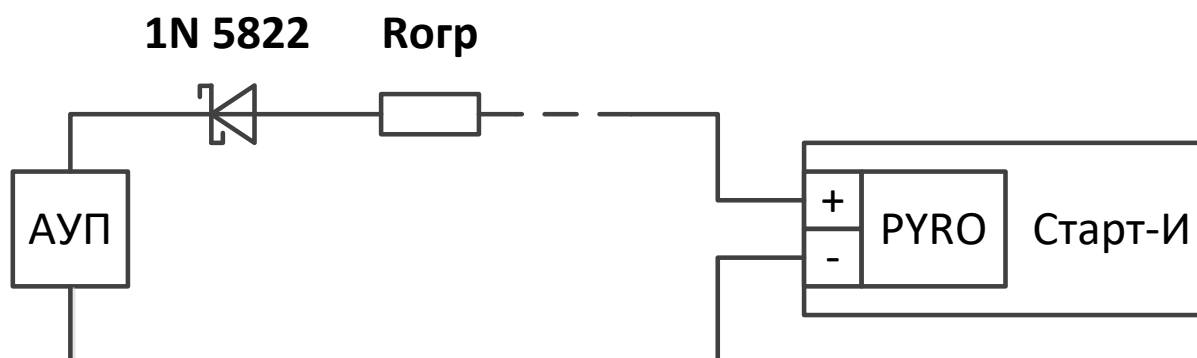

Рис. 21
- Схема подключения цепей пуска представлена на рис. 21.